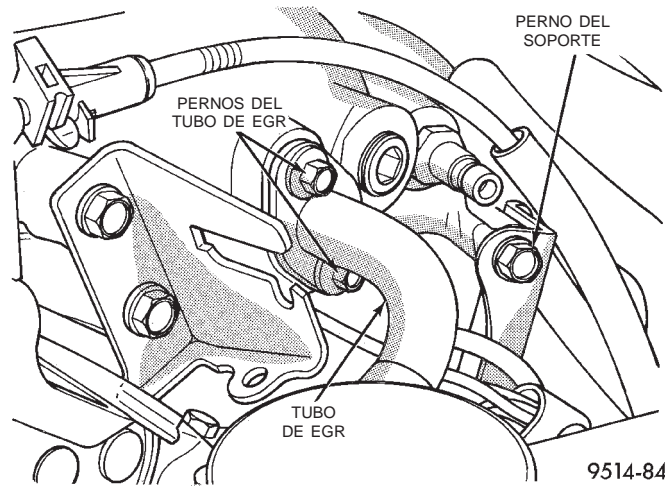

Fig. 12 Tubo de EGR al tubo múltiple de admisión
(1) Retire los tornillos que fijan el tubo de EGR al tubo múltiple de admisión (Fig. 12).